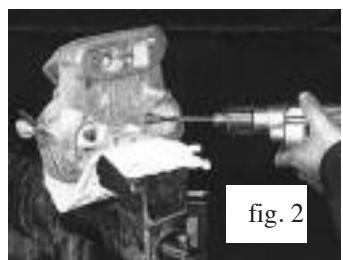

fig. 2
3. Rote la rima entre 300 a 400 RPM y luego empieze la operación, no applqué mucha presión con la mano. El tiempo de corte debe ser de 3 a 5 segundos en total por cada guía. Si el tiempo de corte es excedido, esto hará que la guía se expanda, y el corte final sea irregular (fig. 2)